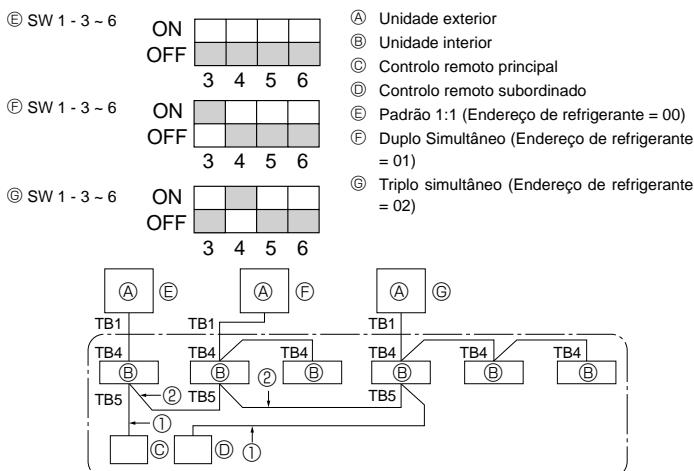

Fig. 10-1
② Depois de a válvula de retenção de gás ter fechado, ligue (posição ON) o interruptor SWP no painel de controlo da unidade exterior. O compressor (unidade exterior) e os ventiladores (unidades interiores e exteriores) começam a funcionar e a operação de recuperação de refrigerante tem início. O LED1 e o LED2 no painel de controlo da unidade exterior acendem.
10. Controlo do sistema (Fig. 10-1)